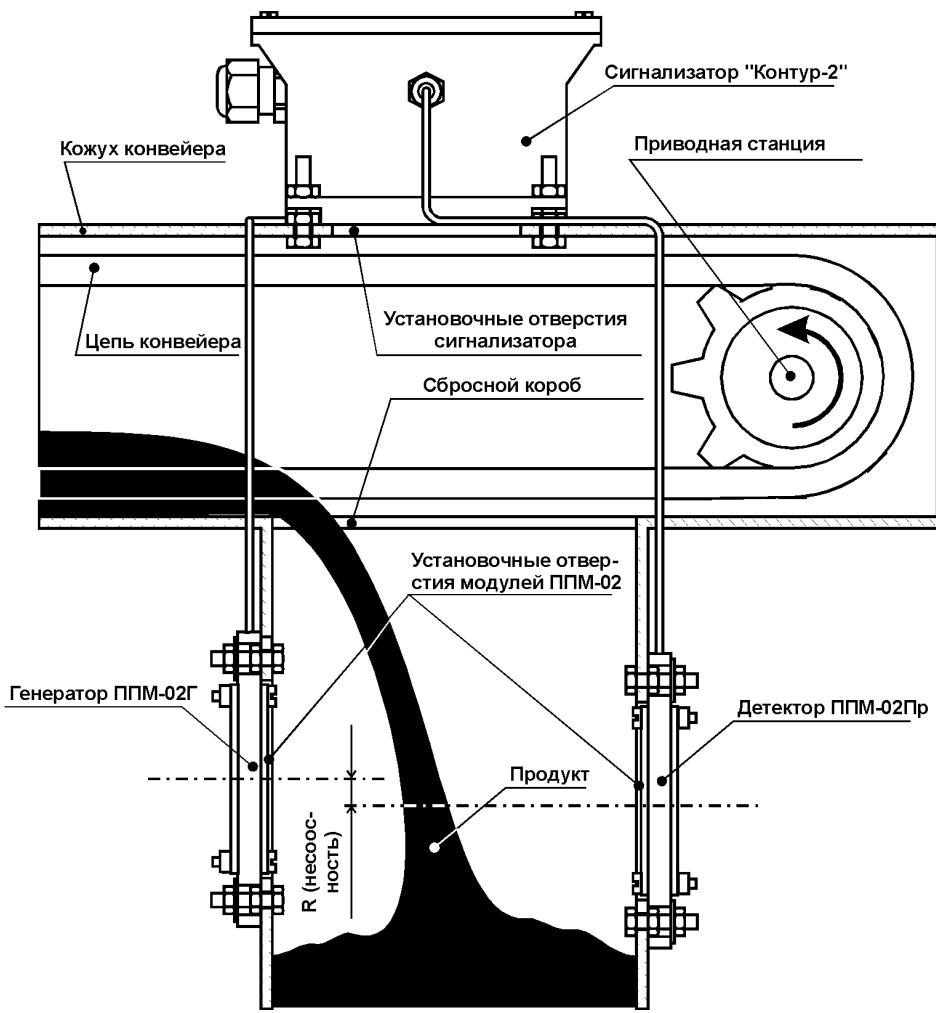

Рис.3. Монтаж датчика РДДП-02.
Сигнализатор «Контур-2» устанавливается в отверстия на коробе скребкового конвейера около приводной станции: в непосредственной близости от него проходит верхняя ветвь цепи (рис. 3). Так как приводная станция толкает её вперёд, то обрыв цепи (в любом месте) вызывает её «провисание» в месте установки сигнализатора, то есть при обрыве цепи расстояние между ней и датчиком увеличивается.
Принцип работы канала «Подпор» основан на ослаблении амплитуды радиосигнала при прохождении им слоя продукта. На противоположных стенах сбросного короба друг напротив друга устанавливаются выносные модули ППМ-02Г и ППМ-02Пр (рис. 3).
Монтаж датчика следует проводить в строгом соответствии с рис. 3. Установку сигнализатора «Контур-2» рекомендуется выполнять на расстоянии 50...100 см от приводной звёздочки конвейера, а модули ППМ-02Г и ППМ-02Пр монтируются на короб как можно дальше от сигнализатора (по длине соединительных кабелей).
**ВНИМАНИЕ!** В месте установки сигнализатора «Контур-2» не должны присутствовать устройства, поддерживающие цепь снизу (перегородки, ролики, «лыжи» и т. д.). Наличие подобных устройств не позволит цепи провиснуть и не приведёт к срабатыванию датчика при обрыве цепи! Направление вращения приводной звёздочки должно строго соответствовать рис. 3.
Отверстия для генератора и детектора должны (по возможности) располагаться соосно: это повысит чувствительность канала «Подпор» и позволит изделию работать при более толстых слоях налипания продукта. Несоосность установки (R на рис. 3) не должна превышать 10% от ширины (диаметра) сбросного короба.